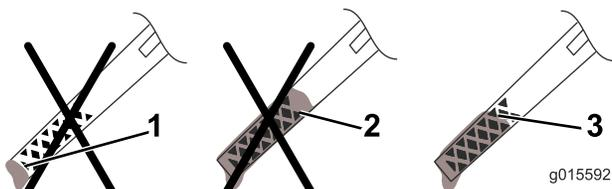

Figura 16
3. Retire la varilla y compruebe el nivel de aceite. Figura 16 muestra cómo leer la varilla.